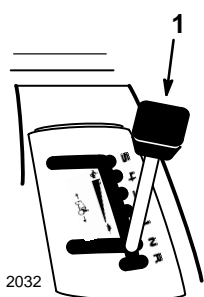

Abbildung 8
3. Den Grundgeschwindigkeitshebel auf Neutralposition "N" stellen (Abb. 8).